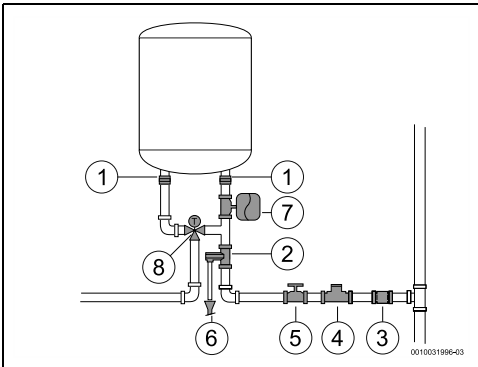

Bild 15
- ▶ Bei Verwendung von PEX-Rohren möglichst ein Thermostatventil (Abb. 15, [8]) am Ausgangsrohr des Geräts installieren. Dieses muss auf die Leistungsparameter des verwendeten Materials abgestimmt sein.
- ▶ Zwischen dem Sicherheitsventil und dem Kaltwassereintritt (rechte Seite) des Geräts dürfen keine anderen als die in Abb. 15 dargestellten Zubehörteile installiert werden.
- ▶ Druckminderer installieren (Abb. 15, [4]). Der Druckminderer wird immer dann aktiviert, wenn der Wasserdruck im Gerät 8 bar (± 1 bar) überschreitet. In diesem Fall muss eine Möglichkeit zum Ableiten des Wassers vorgesehen werden.
- ▶ Ausdehnungsgefäß installieren (Abb. 15, [7]), damit das Sicherheitsventil nicht so häufig öffnet. Das Volumen des Ausdehnungsgefäßes muss 5 % des Gerätevolumens betragen.